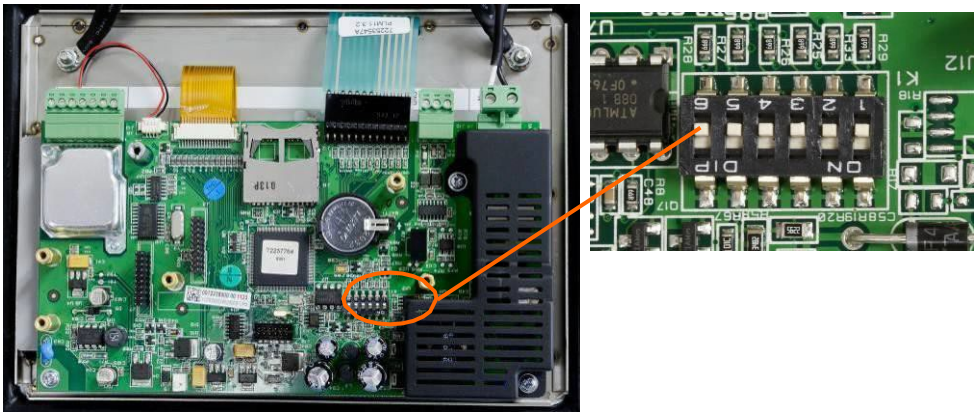

图2-47:主板上开关 1 位置
主板上有个 6 位拨码开关.见图 2-47.
1. 确定秤台>类型>认证下已经选择了正确的区域，将计量开关SW1-1 设为 ON（参考图 2-47 和表 2-11）。